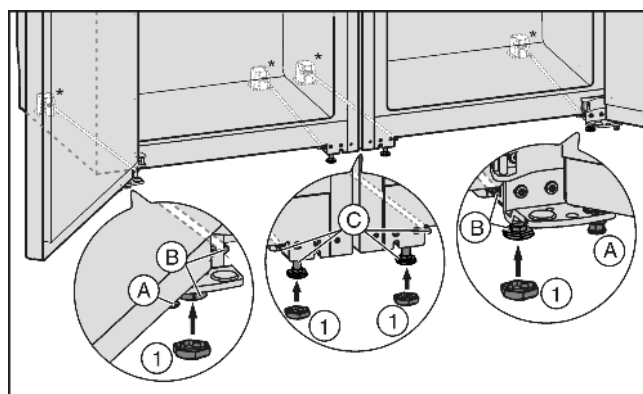

Fig. 4
- При необходимости полностью закрутите установочные ножки Fig. 4 (A) с передней стороны обоих устройств, чтобы они не касались пола.
- Насадите колпачки Fig. 4 (1) на четыре передние установочные ножки.
- ▶ Закрутите средние установочные ножки Fig. 4 (C), чтобы они не касались пола.
- ▶ Выверните комбинацию с помощью внешних установочных ножек Fig. 4 (B).
- ▶ Опустите средние установочные ножки Fig. 4 (C) пока они не соприкоснутся с полом.
- ▶ После этого подприте подпорками дверь: Опустите установочные ножки Fig. 4 (A) на опорном кронштейне до их соприкосновения с полом, после этого поверните их на 90°.